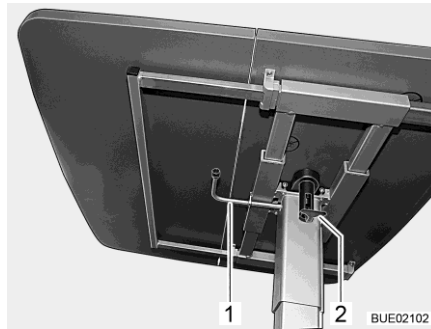

Fig. 125 Table à hauteur réglable
- Rabattre le levier de verrouillage (Fig. 125,2) vers le bas.
- Faire pivoter le levier (Fig. 125,1) sous le plateau de table à 180° dans le sens des aiguilles d'une montre. Le mécanisme de réglage de hauteur se trouvant dans le pied de table est déverrouillé.
- Faire pivoter le levier (Fig. 125,1) sous le plateau de table à 180° dans le sens des aiguilles d'une montre. Le plateau de table s'élève alors automatiquement jusqu'à la butée de fin de course.